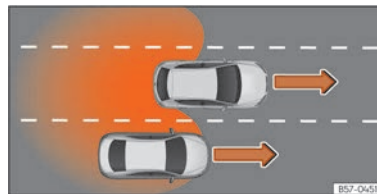

Fig. 118 Avançament al carril central i incorporació posterior al carril dret.
- Quan avanceu un altre vehicle >>> **fig. 118** amb una diferència de velocitat d'aprox. 10 km/h (6 mph). Si l'avançament és considerablement més ràpid, no es mostra cap indicació.